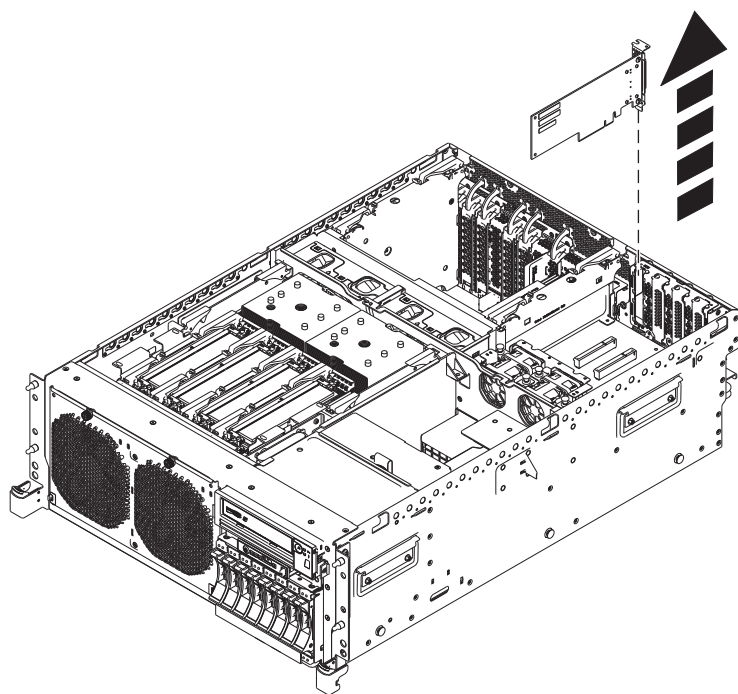
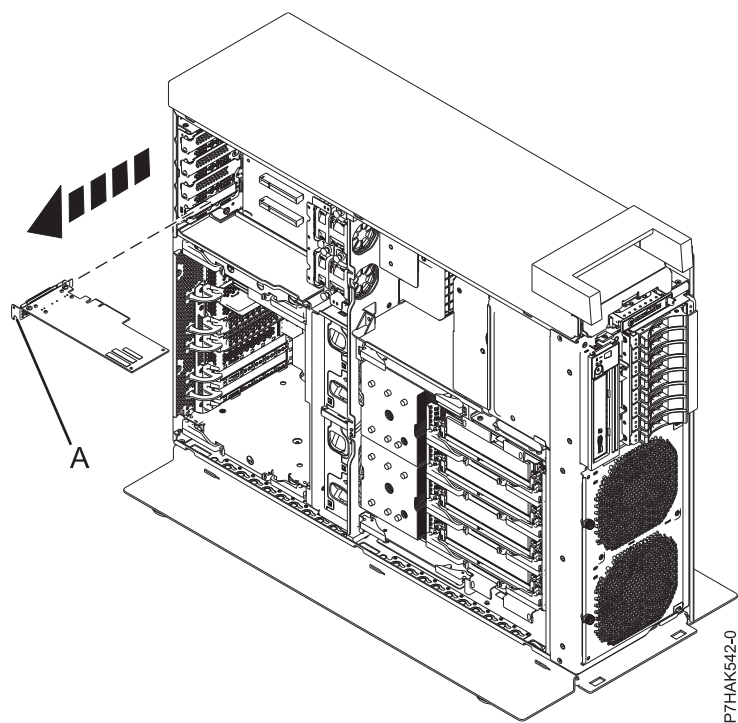

図 9. ラック・マウント・システムの拡張ライザーでの PCI アダプターの取り外し
図 10. スタンドアロン・システムの拡張ライザーでの PCI アダプターの取り外し
13. ご使用のシステムに拡張ライザーがある場合、アダプターのテール・ストック (A) を使って低プロファイル PCI アダプターをそのスロットから引っ張り出すことができます (13 ページの図9 および 13 ページの図10 を参照)。